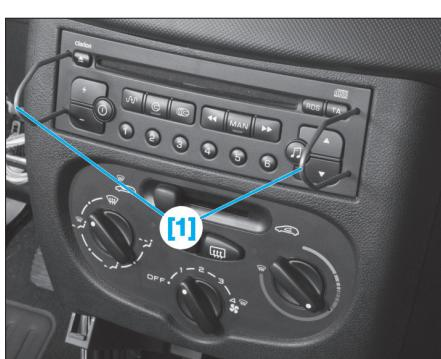

Fig. 13
- Extraire l'autoradio de son logement à l'aide des épingle [1] (Fig.13).